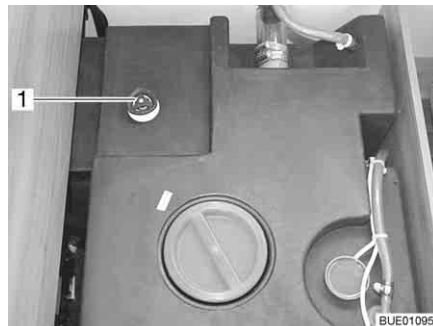

Bild 245 Wassertank mit Drehgriff
- Auf dem Wassertank den Drehgriff (Bild 245,1) entgegen dem Uhrzeigersinn über den Widerstand hinaus bis zum Anschlag drehen, um die Ablauföffnung vollständig zu öffnen.